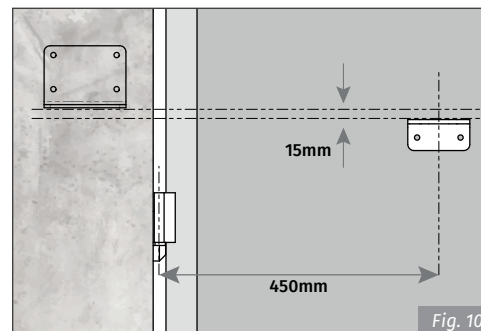

Fig. 10
- 3 • Fije el soporte frontal a la hoja del portón, siguiendo las dimensiones de la **Fig 10**.